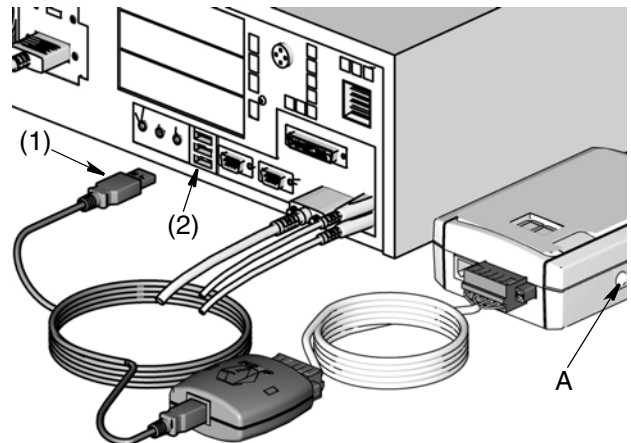

FIG. 10
- Voor grotere afstanden tot 1.219 meter (4000 ft) tussen de zendontvanger en de Matrix-pc is een **RS422**-adapter nodig. Zie FIG. 10, pagina 7.